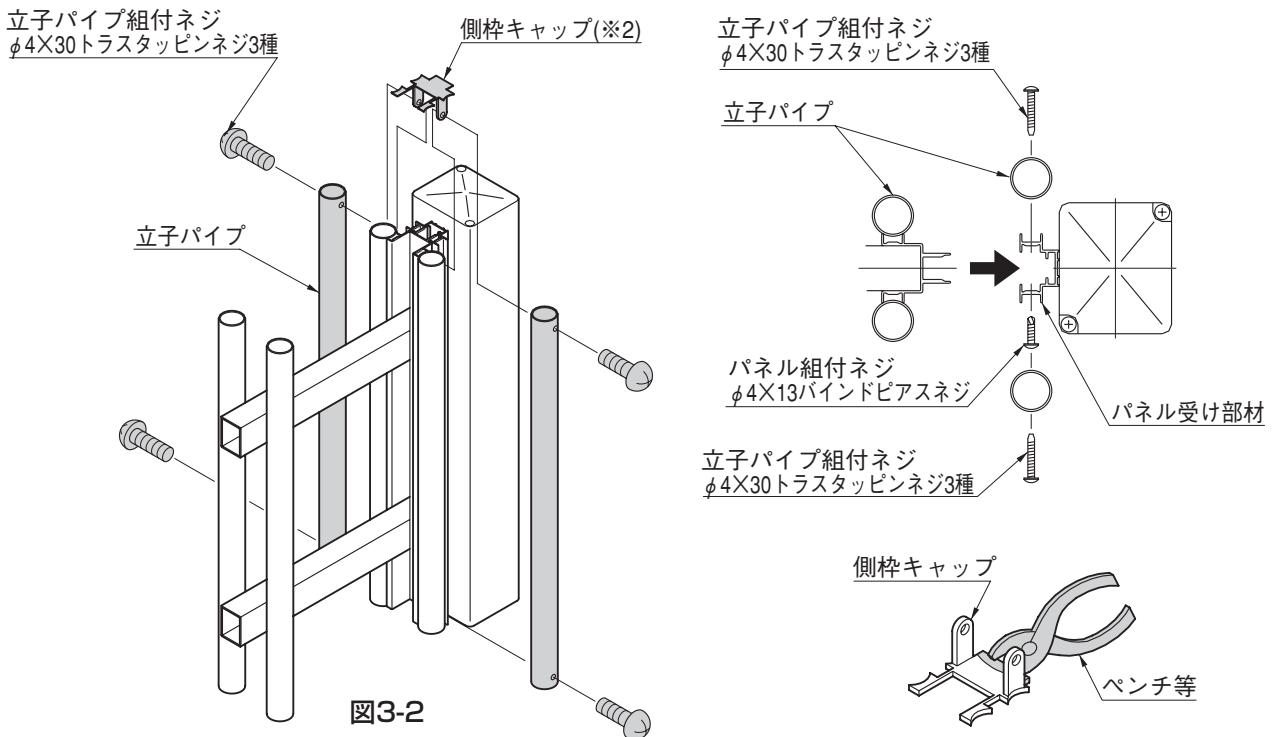

図3-2
❷ 立子パイプと側枠キャップを「立子パイプ組付ネジ」で固定してください。(図3-2参照)